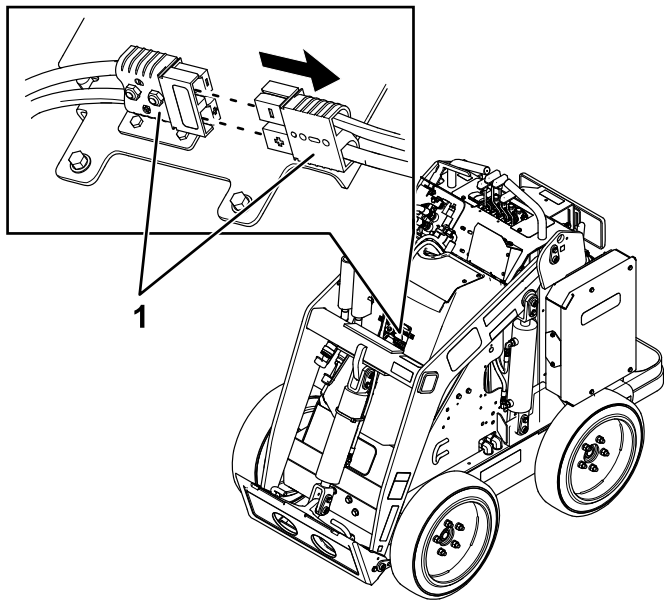

Figura 29
Prima di eseguire interventi di assistenza tecnica sulla macchina, scollegatela dall'alimentazione separando i connettori dell'alimentazione principale (Figura 29).
5. Separate i 2 connettori di alimentazione (Figura 29).